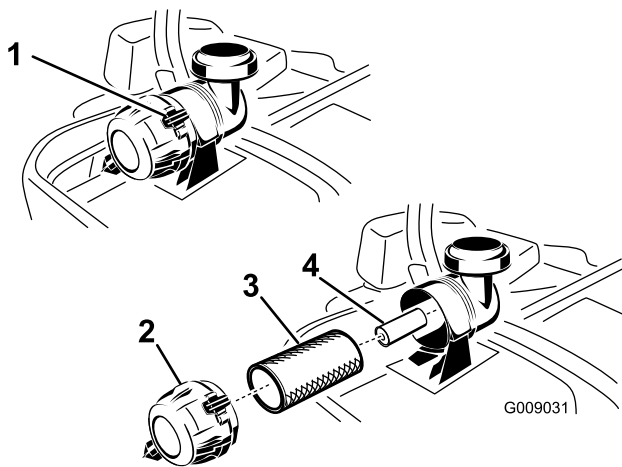

Figure 44
- Appuyez sur les attaches du filtre à air pour les ouvrir et détachez le couvercle du corps du filtre à air (Figure 44).
- Sortez l'élément principal du corps du filtre avec précaution (Figure 44). Évitez de cogner l'élément à l'intérieur du corps.
1. Ne nettoyez pas l'élément en papier, remplacez-le (Figure 44).
2. Si vous remplacez l'élément secondaire, insérez-le avec précaution dans le corps du filtre (Figure 44).
3. Placez ensuite l'élément principal sur l'élément secondaire avec le même soin (Figure 44). Assurez-vous qu'il est bien engagé en appuyant sur le rebord extérieur.
4. Montez le couvercle, reniflard en bas, et tournez-le pour que les attaches verrouillent le couvercle en place (Figure 44).